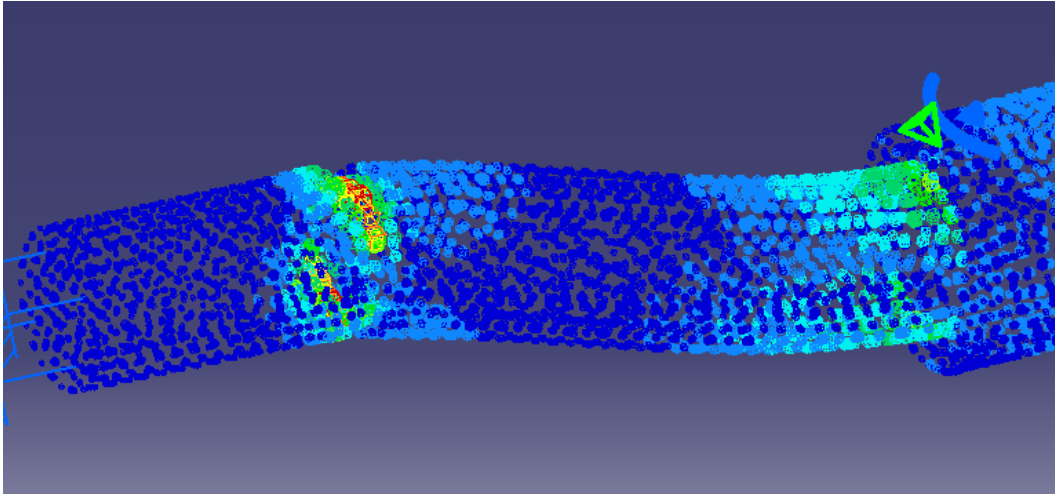

Figura 47 Configuración de imagen 4
- Symbol: representa la pieza en cubos, en vez de con el mallado, y no se aprecia continuidad (*Figura 47*).